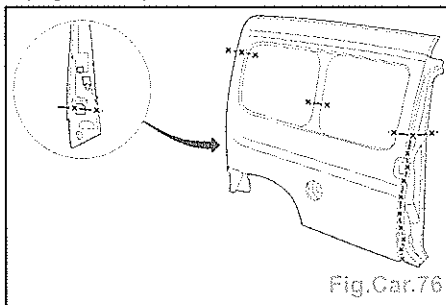

Fig.Car.76
- Tracer puis découper à l'aide d'une scie (Fig.Car.76).